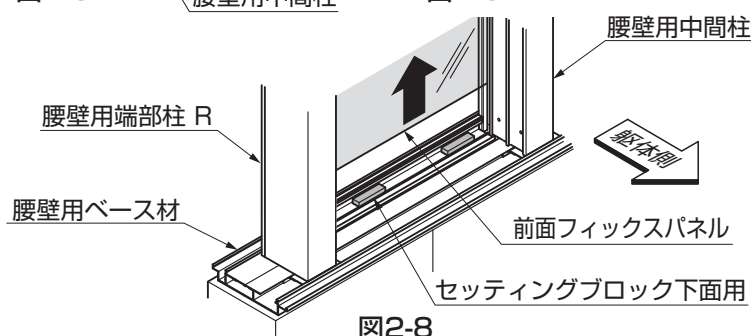

図2-8
③前面フィックスパネルを上方へ持上げて、セッティングブロック下面用をベースに取付けてください。(図2-8参照)